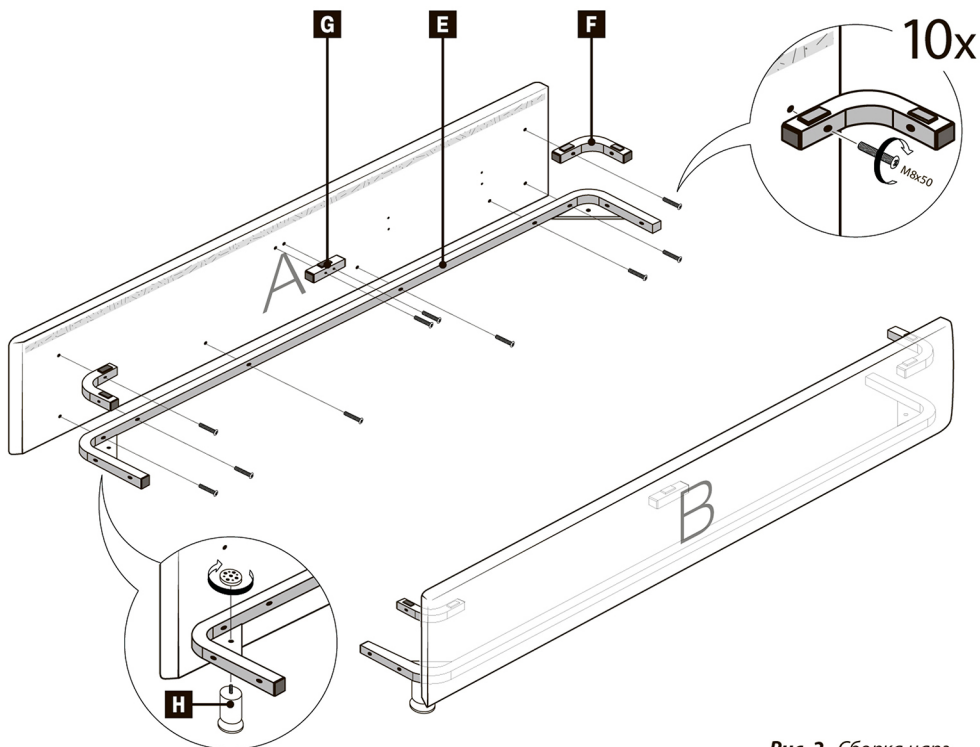

Рис. 2 Сборка царг
1. Закрепите на царгу **A** (рис. 2) продольную стяжку **E**, две угловых **F**, а также полку **G**, используя **винты M8x50**, но **не затягивайте**.